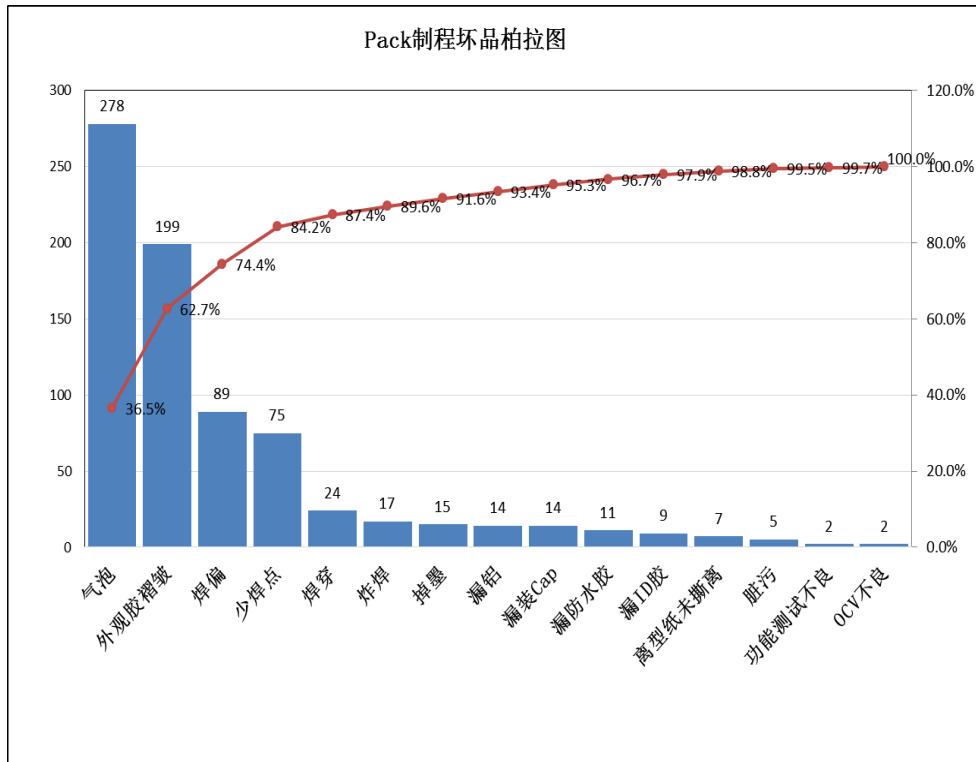

图 3-13 柏拉图
(7) 设置完成后按“关闭按钮”，单击“累积百分比”右键选择添加数据标签。设置字体格式并调整位置，如图 3-13 所示